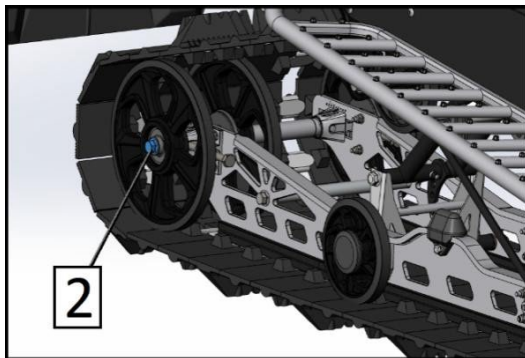

Fig. 39 1.Bolt
3. Allentare i bulloni di fissaggio del rullo (posizione 2, Fig. 39).